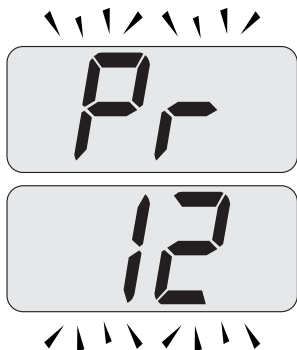

Figura 7.14
- Desplace los parámetros mediante los botones 16 o 17 hasta que aparezcan en la pantalla LCD las letras **Pr** alternadas con el código **12**, que indican la entrada en el "parámetro 12" (Figura 7.14).